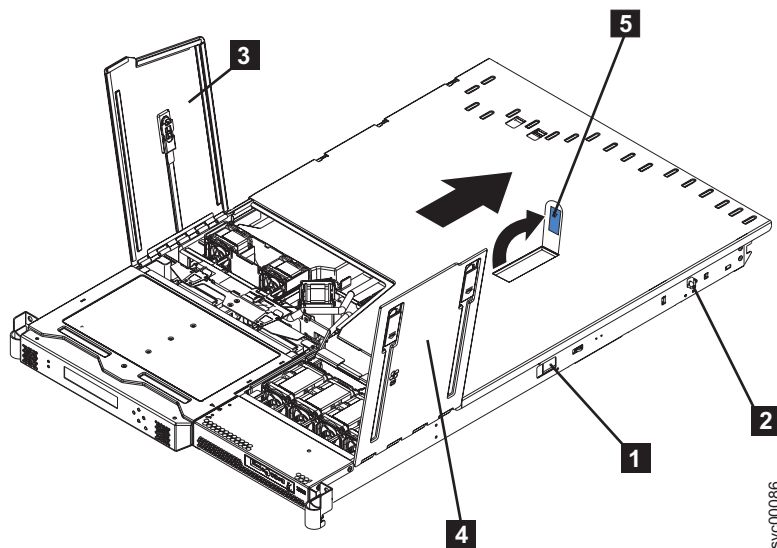

図 80. ファン・ドアを開いた状態の SAN ボリューム・コントローラー 2145-8F2 または SAN ボリューム・コントローラー 2145-8F4
- b. 両方のサイド・リリース・ラッチ (左と右) をノードの前方に向かってスライドさせます。両方のレール・ロック・ピン **2** が垂直位置にあることを確認して、ノードを引き出し、ラックから取り外します。392 ページの図 80 を参照してください。